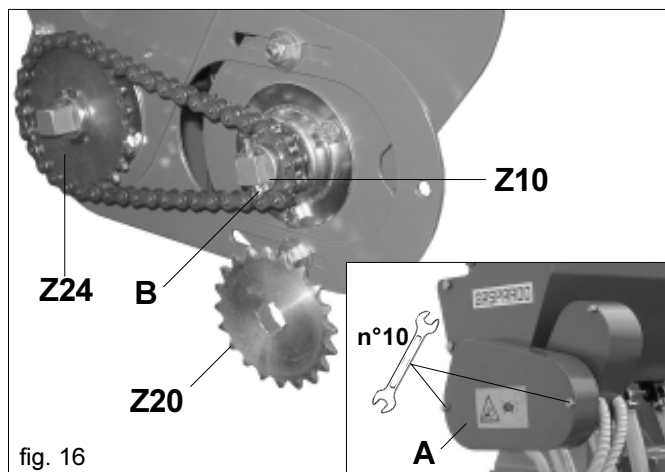

fig. 16
Con la máquina se entrega un engranaje (Z20) adicional, el que se utiliza para cantidades grandes de semillas, sustituyendo el engranaje montado Z10 (Fig. 16).
- Desmonte el cárter de protección de los engranajes (A Fig. 16) aflojando los tornillos con una llave n°10;
- Quite el pasador (B) y sustituya el engranaje con aquel entregado;